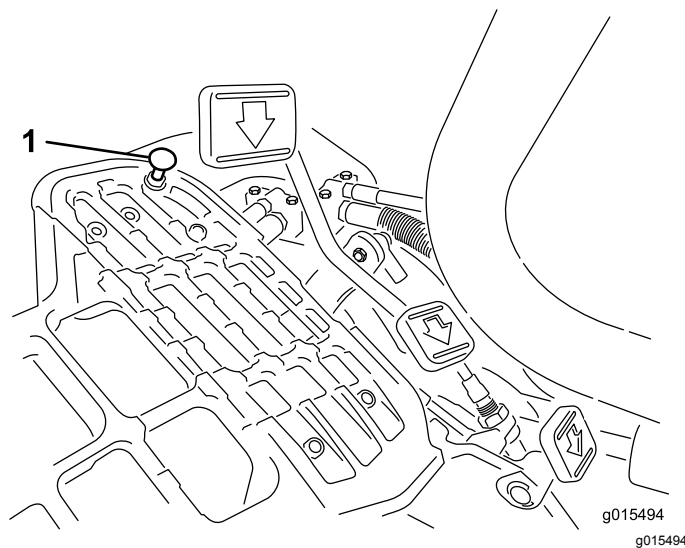

Figura 32
TRANSPORTE e carregue para baixo no pedal de tração. Se o pedal entrara em contacto com o batente (Figura 32) antes de sentir tensão no cabo, é necessário efetuar o seguinte procedimento de ajuste:
1. Ponha a alavanca de controlo de funcionamento na posição TRANSPORTE e liberte a porca de bloqueio que fixa o batente do pedal à placa inferior (Figura 32).